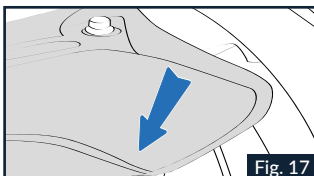

Fig. 17
1.3 Die hintere Lasche der Komfortpolsterung der linken Wangenpolsterung im Zwischenraum zwischen der hinteren Dichtung und der Polystyrol-Innenschale herausziehen. Anschließend die Wangenpolsterung komplett aus dem Helm herausnehmen (Abb.17).
6.1 Die hintere Lasche der Komfortpolsterung der linken Wangenpolsterung in den Zwischenraum zwischen der hinteren Dichtung und der Polystyrol-Innenschale einstecken (Abb. 17).